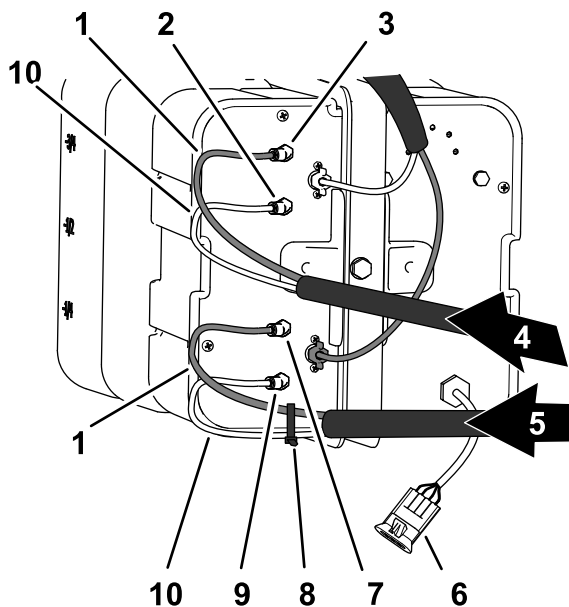

图14
1. 在用于泡沫标记组件的压缩机接线面板上将扎带环绕固定到右喷洒段的透明和蓝色管子上 图14。